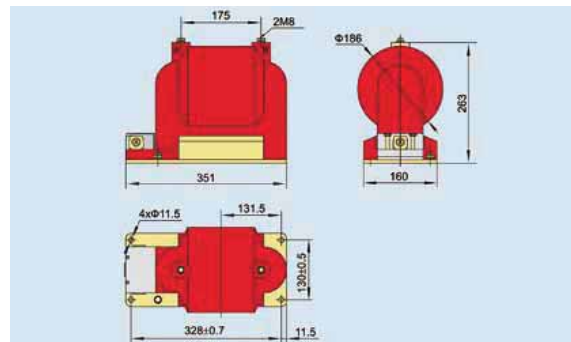

Рис. 6.1 Внешний вид и размеры трансформатора напряжения JDZ9-10
6.1 Внешний вид и размеры трансформатора напряжения JDZ9-10 (см. рис. 6.1):